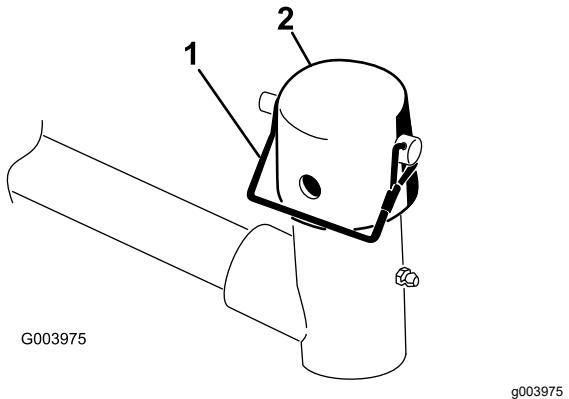

Figura 9
2. Retire el pasador de seguridad y el tapón de la horquilla de pivote del brazo de elevación (Figura 9).
Nota: Utilice la ranura si se desea una unidad de corte dirigible, y utilice el orificio si la unidad de corte va a quedar bloqueada en una posición fija (Figura 9).